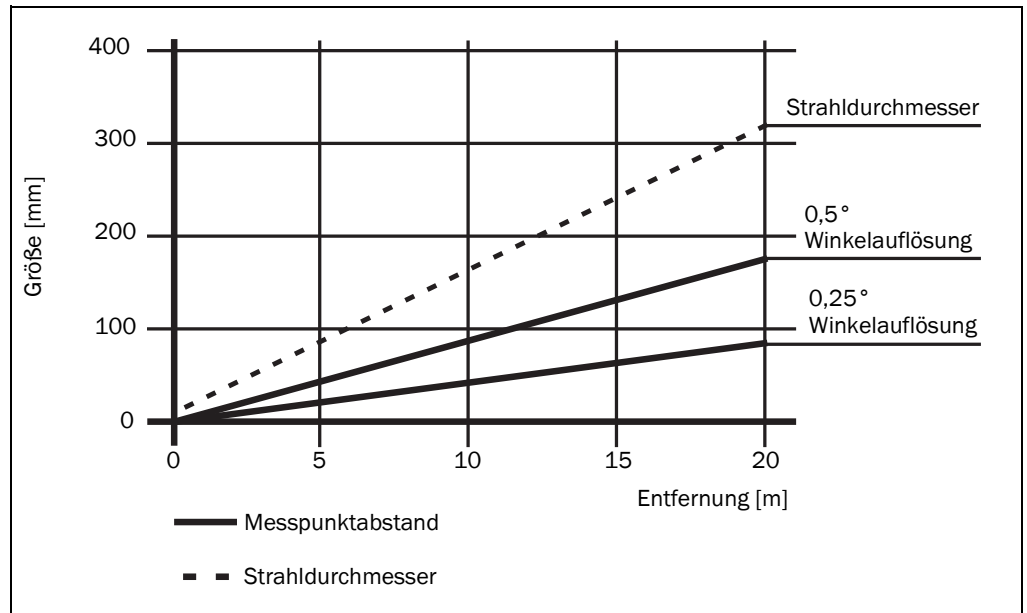

Abb. 16: Strahldurchmesser und Messpunktabstand bei 0 bis 20 m
Das Diagramm in Abb. 16 zeigt den Strahldurchmesser und den Messpunktabstand in Abhängigkeit von der Entfernung zum LMS.
Ablesebeispiel bei Winkelauflösung 0,25° in Abb. 16
Ablesebeispiel bei Winkelauflösung 0,50° in Abb. 16
- Strahldurchmesser und Messpunktabstand in Abhängigkeit von der Entfernung zum LMS entnehmen Sie dem Diagramm in Abb. 16.